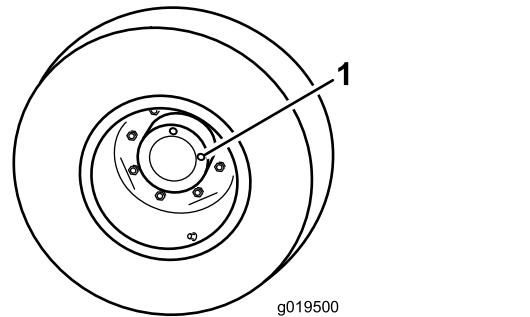

Figura 61
1. Com a máquina numa superfície nivelada, posicione a roda de forma a que um tampão de verificação (Figura 61) fique na posição das 12 horas e o outro na das 3 horas.
2. Retire o tampão da posição das 3 horas (Figura 61). O nível de óleo deve estar a 6 mm do orifício de verificação do bujão.